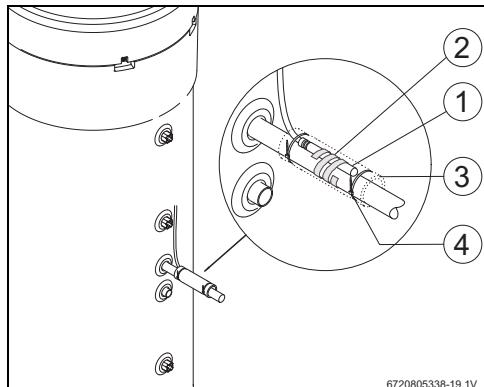

Fig. 12
- ▶ Posizionare la sonda di temperatura che viene collegata all'accessorio (fig. 12, [1]) come rappresentato in fig. 12.
- ▶ Fissare la sonda di temperatura con la spirale in plastica fornita al tubo dell'acqua (fig. 12, [2]).
- ▶ Avvolgere la sonda di temperatura con il materiale isolante (fig. 12, [3]).
- ▶ Fissare l'isolamento con 2 fascette legacavi fornite (fig. 12, [4]).